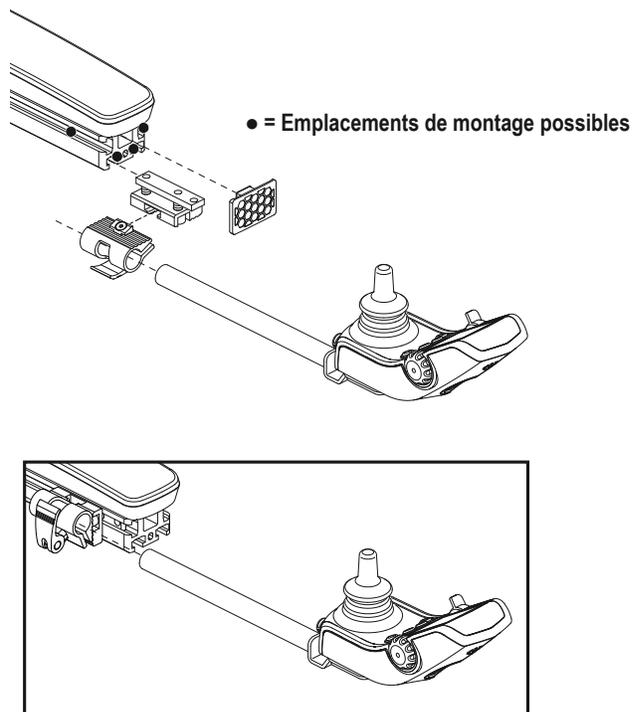

Figure 17. Position du contrôleur (Bloc de montage standard illustré)
3. Desserrer les vis de montage du bloc de montage du contrôleur. **Voir la figure 17.**